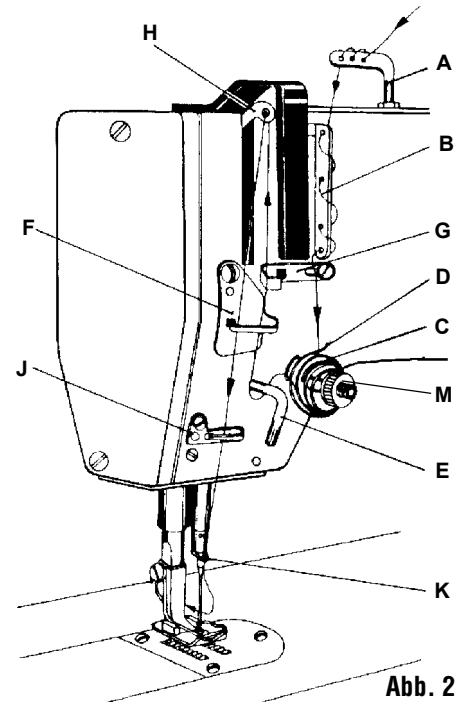
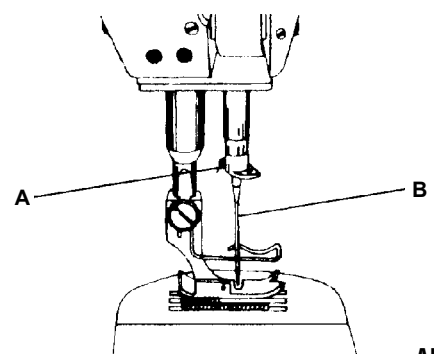

Abb. 2
Abb. 4
Die Nähmaschine nicht ohne Fingerschutz (C, Abb. 4) und ohne Fadenhebelschutz (P, Abb. 2) verwenden.
6.3 Nadeleinsetzen (Abb. 4)
Die Spannung des Ober- und des Unterfadens muß gegeneinander so eingestellt sein, daß die Bindung von Stichen in die Mitte des Nähgutes zu liegen kommt (Abb. 5). Die Oberfadenspannung wird durch das Drehen der Spannermutter (M, Abb. 2) eingestellt. Durch das Drehen der Mutter nach rechts (im Uhrzeigersinn) erhöht man die Oberfadenspannung und umgekehrt.